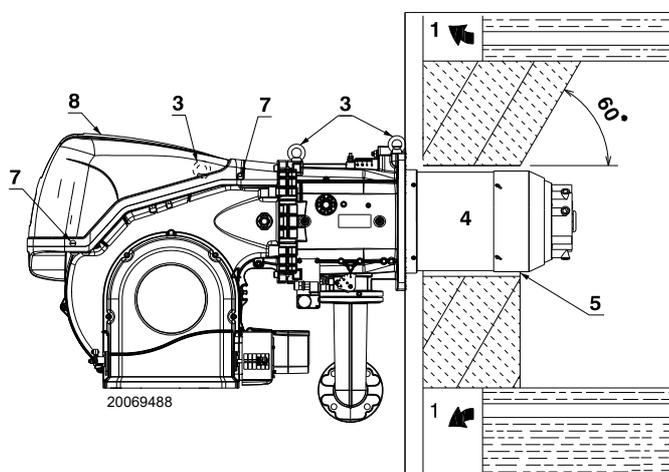

Fig. 14
La lunghezza del boccaglio va scelta secondo le indicazioni del costruttore della caldaia e, in ogni caso, deve essere maggiore dello spessore della porta della caldaia, completa di refrattario. Per le caldaie con giro dei fumi anteriore 1)(Fig. 14), o con camera ad inversione di fiamma, eseguire una protezione in materiale refrattario 5), tra refrattario caldaia 2) e boccaglio 4). Il refrattario può avere una forma conica (minimo 60°). La protezione deve consentire al boccaglio di essere estratto. Per le caldaie con il frontale raffreddato ad acqua non è necessario il rivestimento refrattario 2)-5)(Fig. 14), se non vi è espressa richiesta del costruttore della caldaia.
Predisporre un adeguato sistema di sollevamento agganciandosi agli anelli 3)(Fig. 14), dopo aver tolto le viti 7) di fissaggio del cofano 8).
- Infilare la protezione termica data a corredo sul boccaglio 4)(Fig. 14).